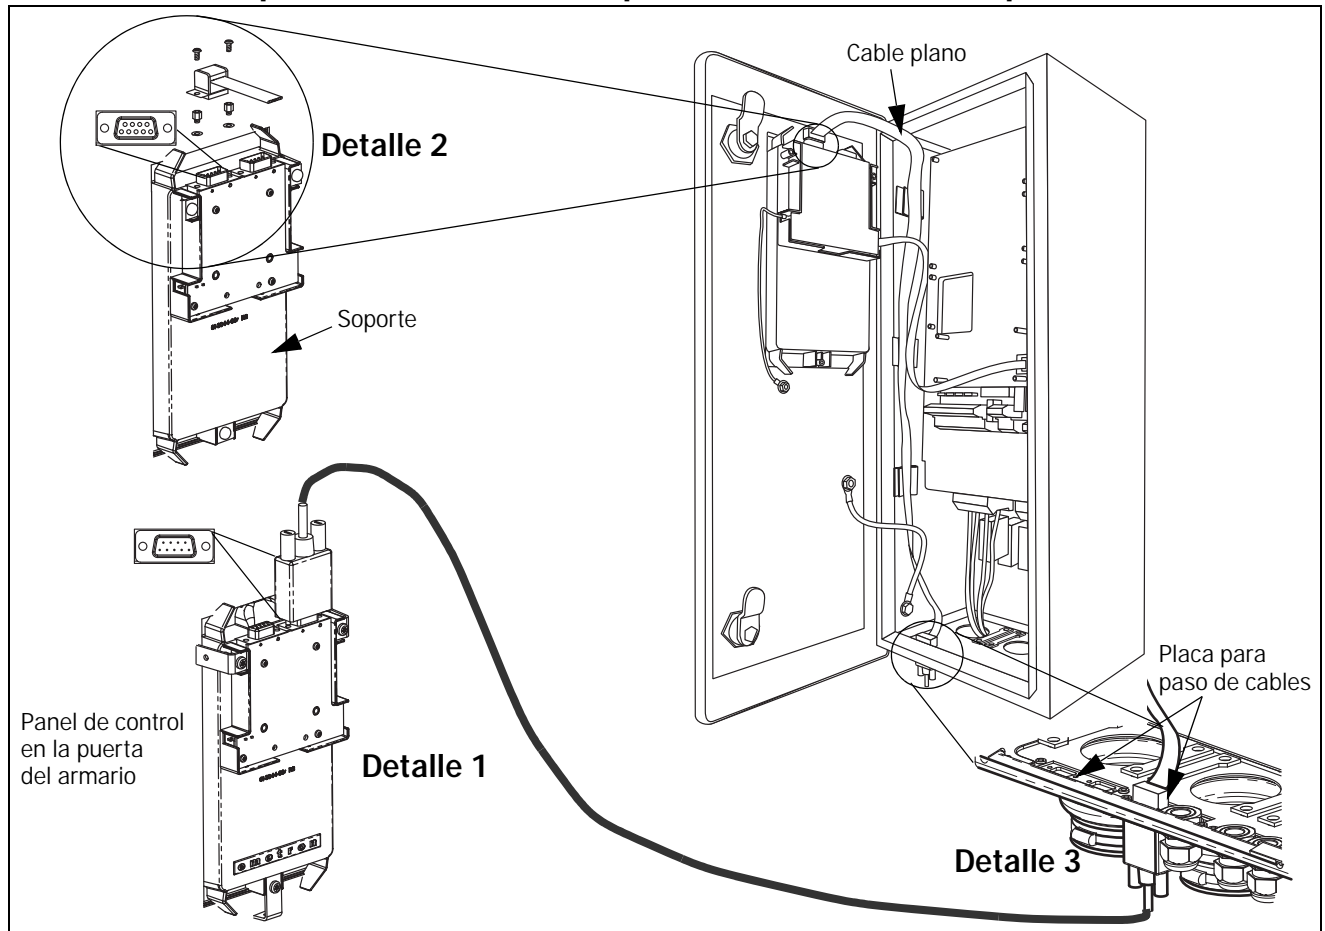

Figura 3 External control panel
4. Quite una placa para paso de cables de la parte inferior del variador. Consulte la Figura 3, detalle 3.
5. Monte la placa para paso de cables con conector sub-D como se muestra en la Figura 3, detalle 3.
8. Monte los espaciadores y arandelas en el conector sub-D hembra de la parte trasera del panel de control de la puerta del variador. Consulte la Figura 3, detalle 2.
9. Conecte el cable plano, conector macho, como se muestra en la Figura 3, detalle 2 y sujételo con 2 tornillos.
10. Conecte el cable RS232 estándar, conector hembra, entre la placa para paso de cables de la parte inferior del variador y la parte posterior del panel de control de la puerta del armario como se muestra en la Figura 3, detalle 1.